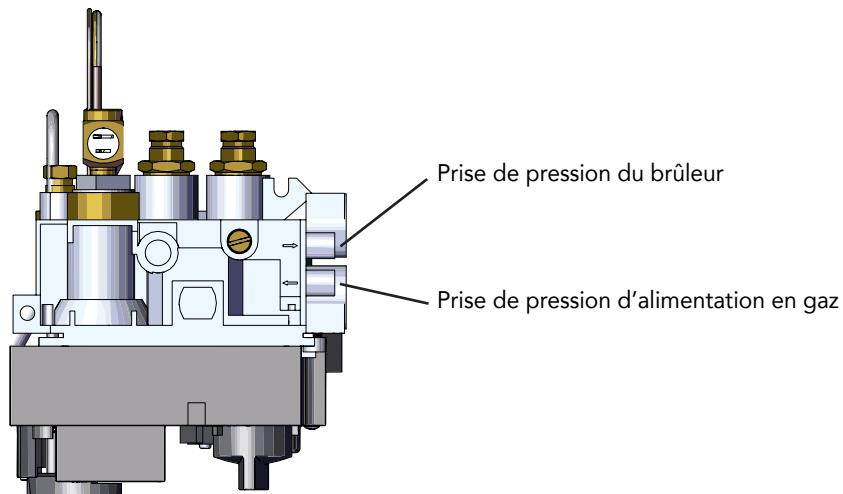

Fig 21
2. Desserrez la vis sur le point de mesure de la pression d'entrée sur la vanne de gaz et raccordez le manomètre (Fig 21 p28).
7. Desserrez la vis sur le point de mesure de la pression du brûleur sur la soupape de gaz et raccordez le manomètre (Fig 21 p28).
Il est essentiel de mesurer la pression d'alimentation en gaz sur le brûleur au niveau de la flèche pointant vers l'intérieur du bloc gaz (Fig 21).